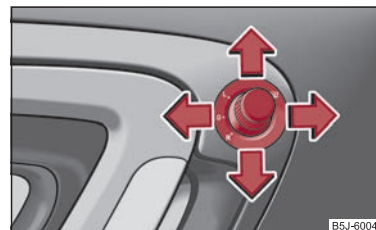

Fig. 49 Interiorul ușii: Buton rotativ
- Aduceți butonul rotativ în poziția  ⇒ fig. 49.